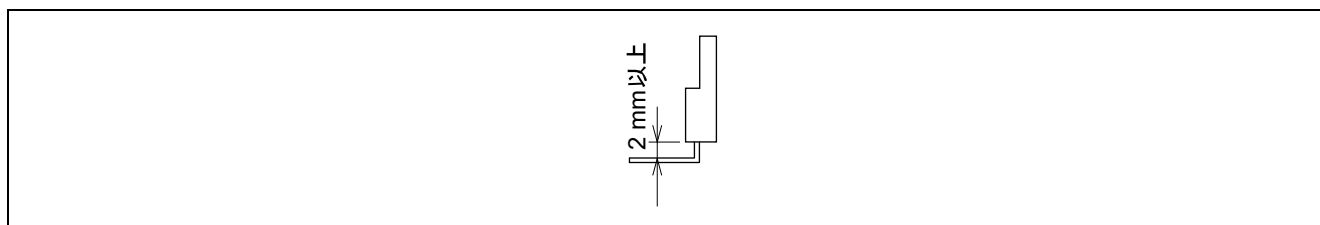

図 16 リードを垂直方向に曲げる場合
- (c) リードをデバイス形名表示面に対し垂直に曲げるときは、図 16 のように、ケースから少なくとも 2 mm 以上離れた点で曲げてください。